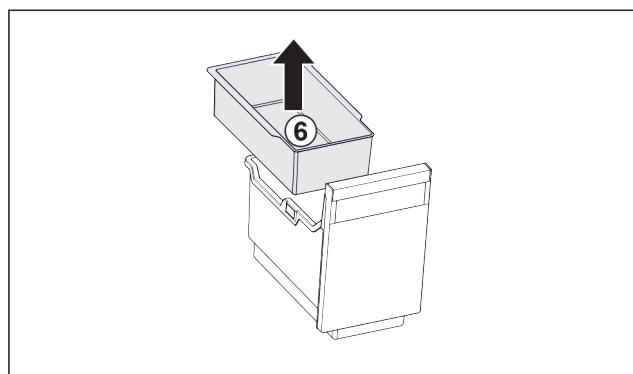

Fig. 192
- Vzemite ven Fig. 192 (6) obešalno skodelico.